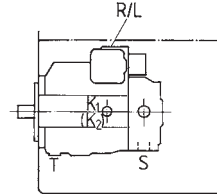

图 3
a) 当最低油液面等于或高于泵的上缘时：泄油口和油口“S”开启(见图3)。